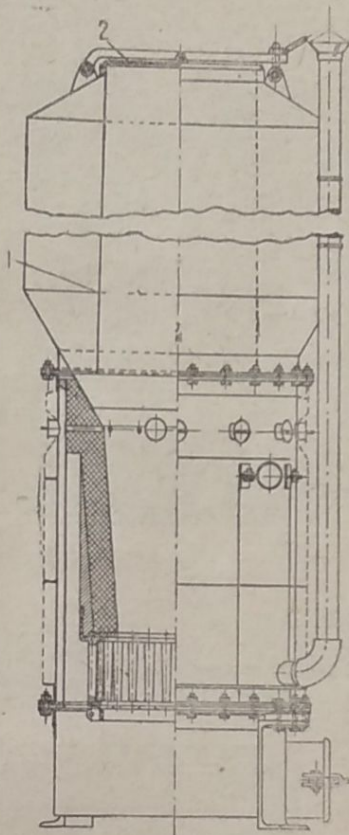

Рис. 1
Конструкция чурочного генератора ЦНИИВТ-3, переделанного на швырок, представлена на рис. 1.
Для газификации швырка размером 500 мм в генераторе произведены следующие изменения. В бункер вставлен цилиндр (1) (рис. 1), диа-